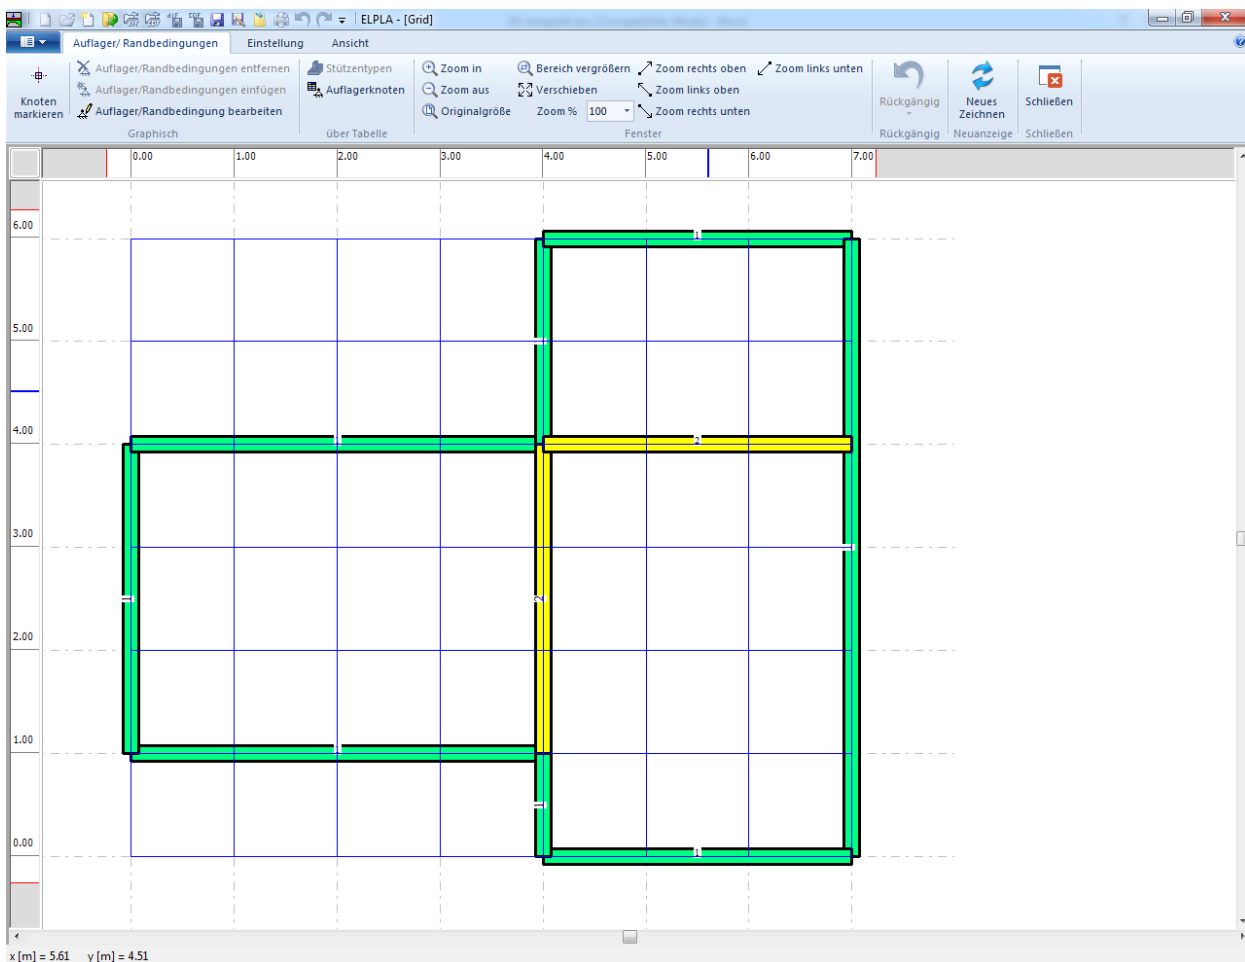
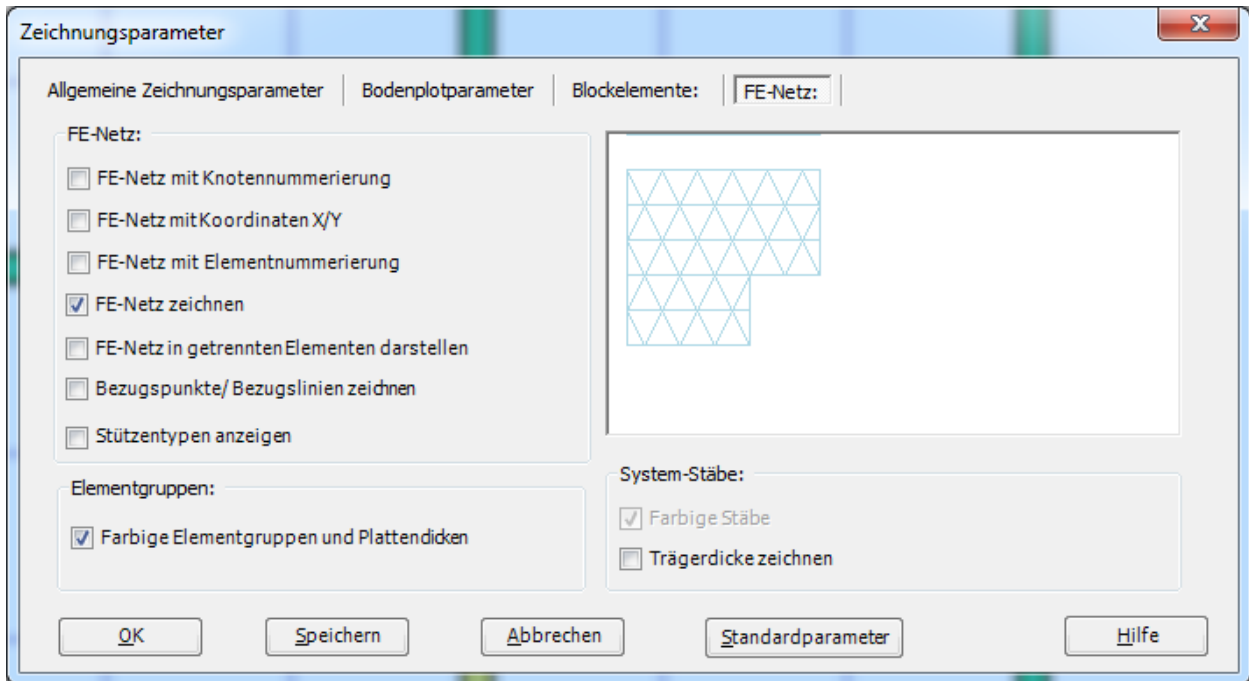

Bild 4.18 "Auflager/ Randbedingungen" Fenster
Bild 4.19 Dialogfeld "Zeichnungsparameter"
- Wählen Sie " Auflager/ Randbedingungen" aus der Registerkarte "Daten". Das folgende Fenster im Bild 4.18 erscheint
ELPLA kann die Träger, Auflager und Lasten in einer Darstellung zusammen anzeigen. Dadurch kann der Benutzer während der Eingabe der Stützen oder Lasten leicht die Standorte von Stützen oder Lasten in Bezug auf Träger definieren. Wie in Bild 4.18 gezeigt, werden die Stäbe mit der tatsächlichen Dicke gezeichnet.
- Wählen Sie den Befehl "Zeichnungsparameter" aus dem Menü "Optionen" (Bild 4.18). Das folgende Dialogfeld im Bild 4.19 erscheint